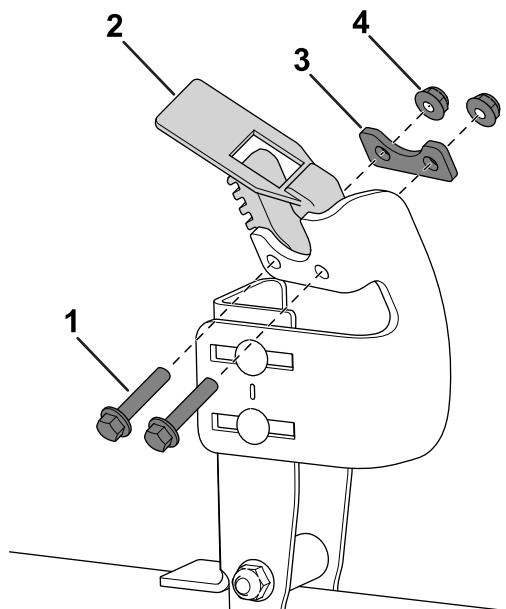

Figure 8
3. Avec 2 boulons à tête hexagonale (1/4 po x 1 1/2 po), 2 écrous à embase (1/4 po) et une petite plaque d'appui, fixez le petit collier au support de collier (Figure 8).